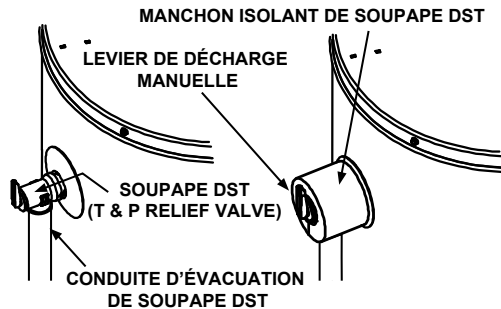

FIGURE 13B.
1. Repérer la soupape de décharge à sécurité thermique sur le chauffe-eau (également connue sous le nom de soupape DST). Voir la Figure 13B.
décharge à sécurité thermique. Voir la Figure 13B. Appliquer une légère pression sur l'isolation de manière à ce qu'elle soit complètement installée sur la soupape de décharge à sécurité thermique. Une fois installée, sécuriser l'isolation avec du ruban adhésif, du ruban isolant ou équivalent.
IMPORTANT : L'isolant ou le ruban ne doit pas bloquer ou couvrir l'ouverture de drain de la soupape de décharge et de sécurité thermique. De plus, l'isolant ou le ruban ne devrait pas bloquer ou empêcher l'accès au levier de décharge manuelle (Figure 13B). S'assurer d'installer une conduite de décharge dans l'ouverture de décharge de la soupape de décharge à sécurité thermique selon les instructions de ce manuel.